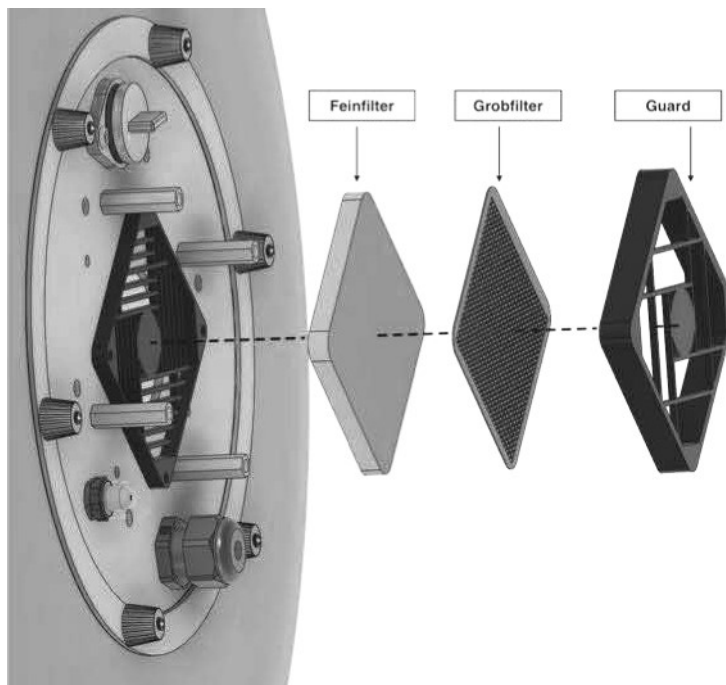

Abb. 11
2. Entfernen Sie die Filterabdeckung (Guard) und entnehmen Sie die beiden Filtereinlagen (Abb. 11)